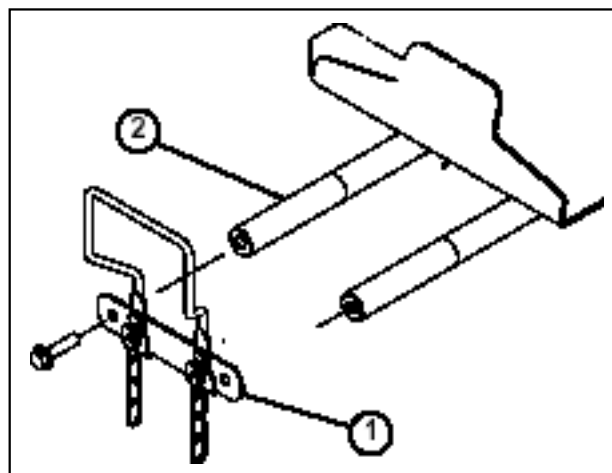

図12
1. 昇降アームのピボット・シャフト・リンクとピボット・シャフトを分離する(キャップスクリュー2個を外す; 図12)。リンクとキャップスクリューは保管する。